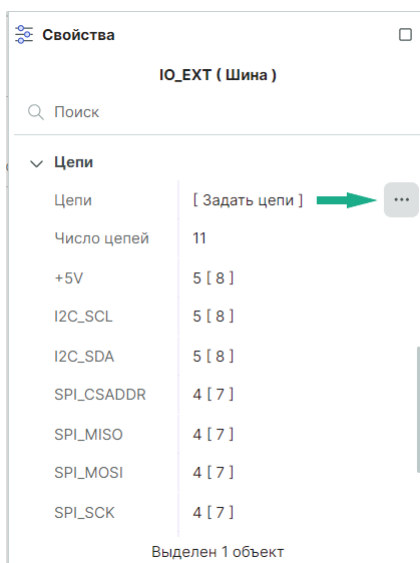

Рис. 125 Переход в окно «Шина»
- Из пункта «Цепи» на панели «Свойства». Для этого нажмите на символ «...», см. Рис. 125.